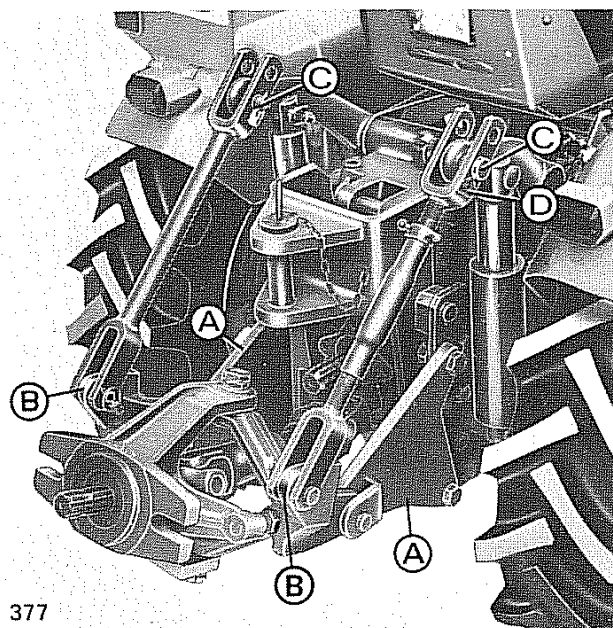

Fig. 74 - Snodo fresa
La trattrice serie 500 può essere dotata di un gruppo snodo fresa che serve per l'attacco di attrezzi e in particolare della fresa tipo "28" di ns. produzione. Per la corretta applicazione dello snodo occorre togliere i due bracci di sollevamento e il gancio di traino; applicare poi le due flange **A** alla trattrice e i due attacchi **B** ai tiranti di sollevamento come rappresentato in fig. 74.
N.B. - I due tiranti di sollevamento nella parte superiore vanno fissati tramite i perni **C** (fig. 74) nel primo foro in basso come indicato dalla apposita decalcomania **D**.
In caso di contemporanea necessità del gancio di traino e dello snodo fresa, applicare il gancio alla trattrice come in fig. 74.